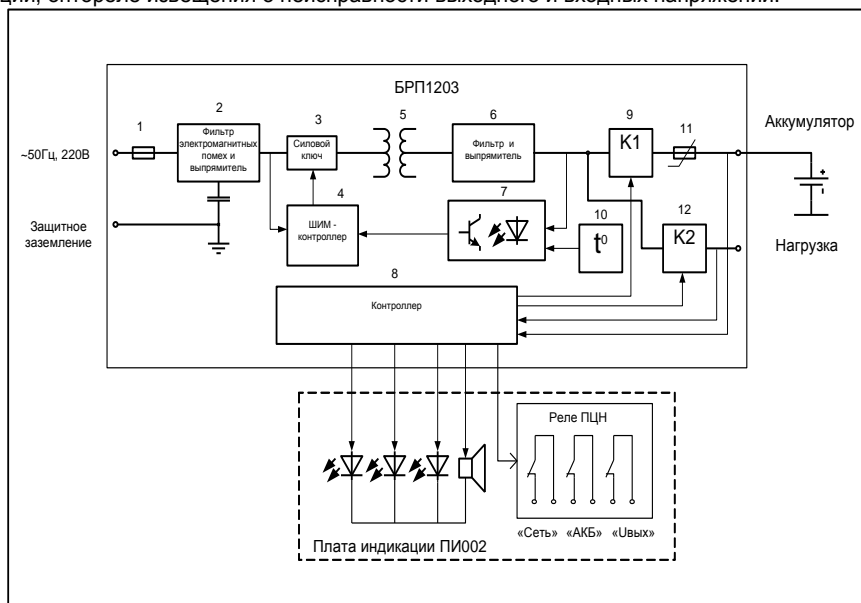

Рисунок 2.
- знак обращения на рынке (Рисунок 2П).